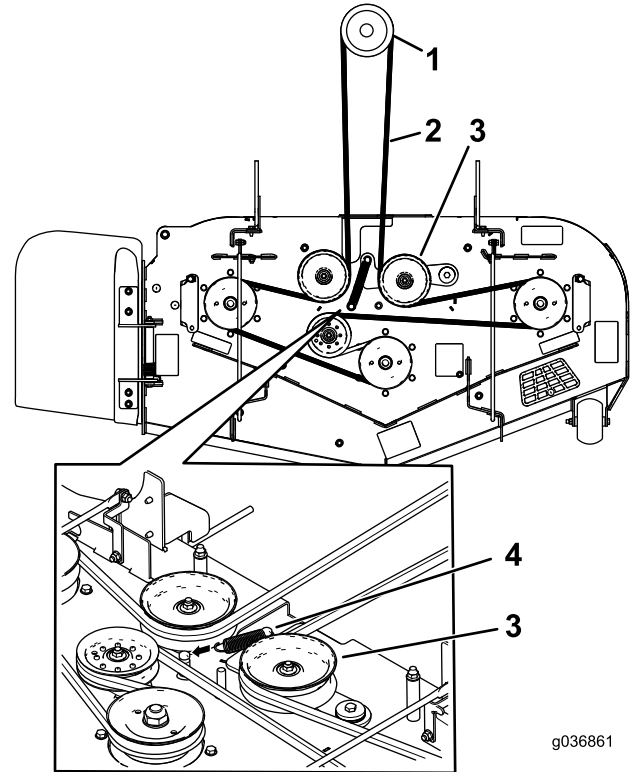
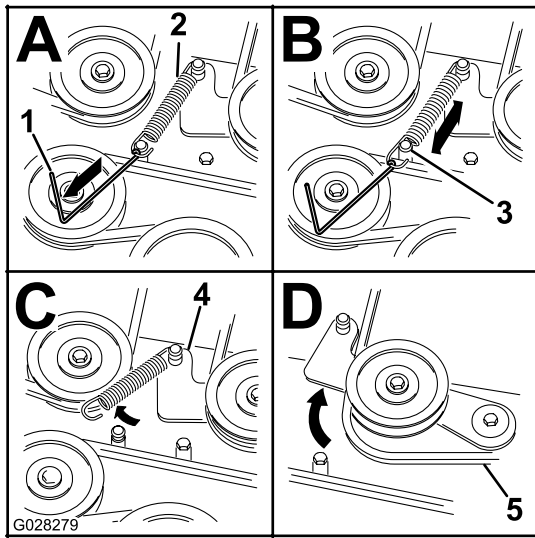
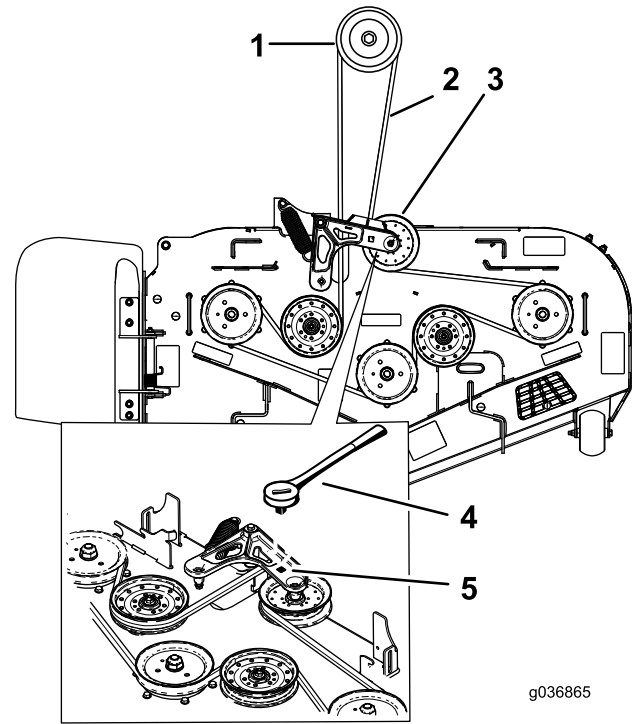

Figura 93
Figura 94
Figura 95
5. Quite la tensión del muelle de la polea tensora tensada con muelle. Consulte Figura 94 o Figura 95.
Nota: Para carcasas de corte Serie 1500 y 2000, use la herramienta para retirar muelles (Pieza Toro N° 92-5771) para quitar el muelle del espárrago de la carcasa de corte (Figura 94).
Nota: Para carcasas de corte Serie 2500, utilice una llave de carraca en el taladro cuadrado del brazo tensor para aliviar la tensión del muelle tensor (Figura 95).
7. Pase la correa nueva alrededor de las poleas del cortacésped y de la polea del embrague, debajo del motor (Figura 93 o Figura 95).
8. Instale el muelle tensor (Figura 93 o Figura 95).